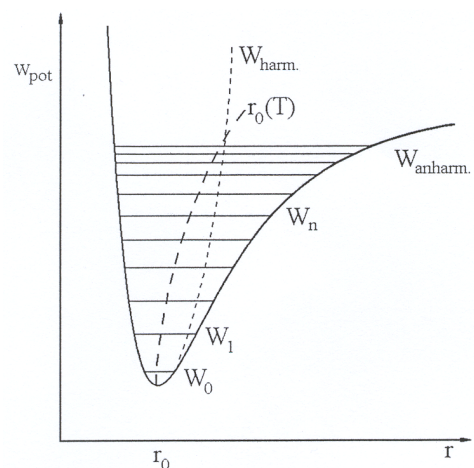

Abbildung 3: Wechselwirkungspotential zwischen zwei Atomen eines Kristallgitters
Die atomaren Bausteine eines Körpers sind durch eine anziehende Kraft aneinander gebunden. Eine zweite, abstoßende Kraft sorgt für einen endlichen Abstand benachbarter Teilchen untereinander. Der Gleichgewichtsabstand r_0 liegt dort, wo die Summe dieser beiden Kräfte verschwindet. Für $T = 0$ würden sich die Teilchen in diesem Abstand voneinander in Ruhe befinden. Wären beide entgegengesetzt wirkenden Kräfte harmonisch, so würde sich in dem daraus resultierenden symmetrischen (parabolischen) Bindungspotential W_{harm} (Abb. 3) auch bei Temperaturerhöhung keine Vergrößerung des Gleichgewichtsabstandes der Teilchen ergeben.
Erst durch die Einführung eines asymmetrischen (anharmonischen) Potentials W_{anharm} (Abb. 3), welches sich durch die Berücksichtigung der wesentlich längeren Reichweite der anziehenden im Vergleich zur abstoßenden Kraftkomponente ergibt, nimmt mit wachsender Teilchenenergie ($W_0 < W_1 < W_2$) der mittlere Teilchenabstand zu. Dieser Effekt wird als thermische oder Wärmeausdehnung bezeichnet. Das von Grüneisen entwickelte Modell der thermischen Ausdehnung basiert auf den Vorstellungen von Debye, der für die Berechnung der spezifischen Wärmekapazität das Schwingungsverhalten der Gitterbausteine durch *harmonische Oszillatoren* beschreibt. Durch Einführung kleiner Anharmonizitäten lässt sich die Ausdehnung durch den in Gleichung (5) gegebenen Ausdruck erfassen. Diese wird für viele Materialien experimentell durch einen konstanten Grüneisenparameter Γ bestätigt. Auf Grund der stärkeren Bindung der Atome im Festkörper im Vergleich zur Flüssigkeit liegt der Ausdehnungskoeffizient der Flüssigkeiten um rund eine Größenordnung über dem der Festkörper.